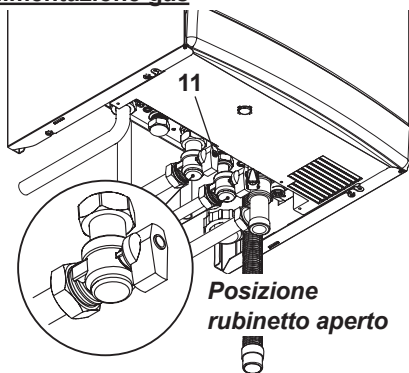

Fig. 6.1
- Aprire il rubinetto del contatore gas e quello della caldaia 11 in Fig. 6.1.
- Aprire il rubinetto 12 in Fig. 6.1.